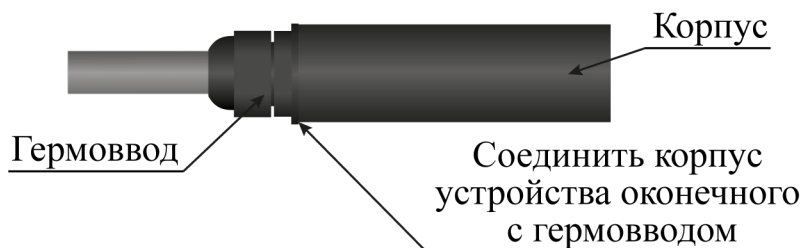

Рисунок 4.11
- навернуть корпус устройства оконечного на гермоввод до упора, не допуская проворачивания экрана относительно кабеля внутри устройства оконечного (рисунок 4.11);